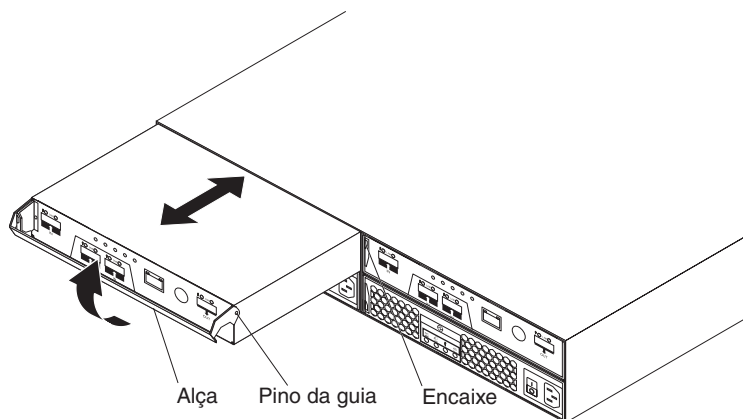

Figura 39. Instalando um Controlador
- b. Puxe lentamente a alça para fora do chassi para remover o painel de preenchimento do compartimento, conforme mostrado na Figura 39 na página 72.
- b. Certifique-se de que os pinos da guia na lateral do controlador sejam ajustados nos encaixes do chassi do DS3200. Consulte Figura 39.